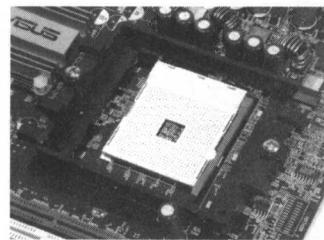

图 1-4
(5) Socket 754 插座: 最新的 AMD Athlon 64 处理器的插座, 它具有 754 个针脚, 能更好地提供对处理器的支持(如图 1-4)。